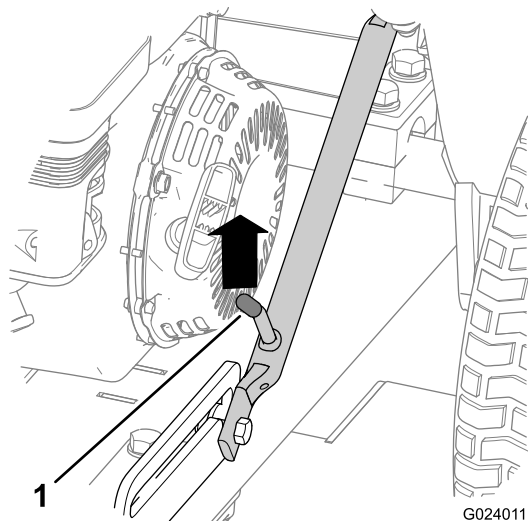

Рисунок 17
1. Поднимайте сцепку, пока фиксирующий рычаг не выйдет из зацепления с прорезью защелки (Рисунок 17).
5. Поднимайте сцепку (Рисунок 22), пока фиксирующий рычаг не войдет в зацепление с прорезью защелки (Рисунок 17).